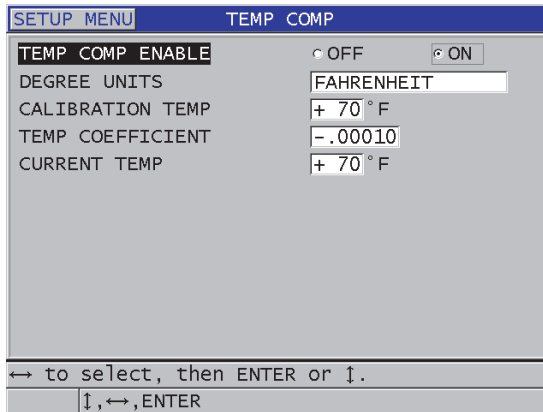

図 10-18 温度補正画面
3. 温度補正では、次の操作を行います (168 ページの図 10-18 参照)。